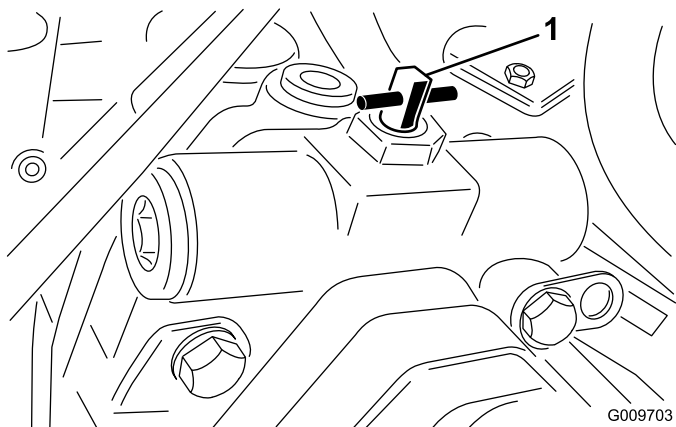

Figura 43
2. Girate la valvola di 90° (1/4 di giro) in qualsiasi direzione per aprirla e consentire all'olio di bypassare internamente (Figura 43). Dal momento che il fluido